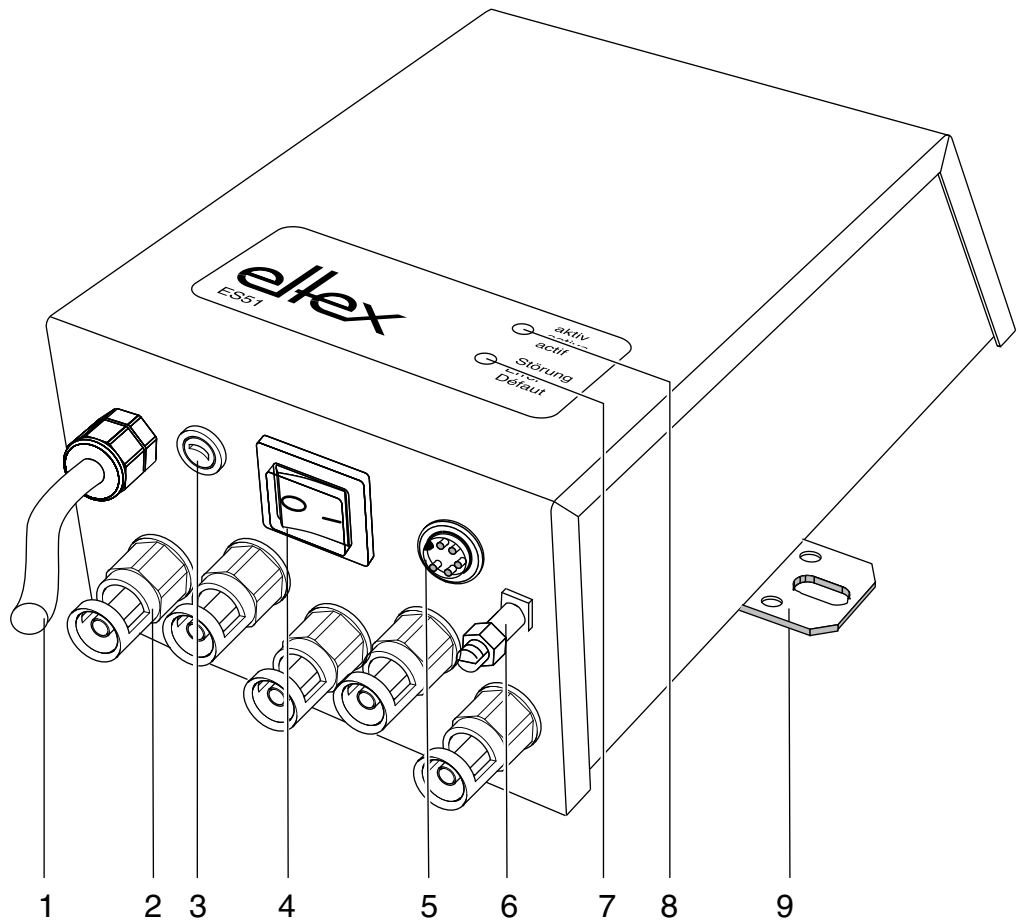

Abb. 1:
- Vor der Inbetriebnahme des Netzgerätes ist darauf zu achten, dass das Gerät über die Erdungsklemme (6, Abb. 1) dauergeerdet ist. Das Erdungskabel sollte einen Mindestquerschnitt von 1,5 mm² aufweisen (siehe Kapitel 3.2 "Erdung", Seite 11).
Über die Erdungsklemme (6, Abb. 1) muss eine dauerhafte Erdverbindung hergestellt werden. Das Erdungskabel sollte einen Mindestquerschnitt von 1,5 mm² aufweisen.
Die Versorgungsspannung wird über die Netzanschlussleitung (1, Abb. 1) mit einem Schutzkontaktstecker (je nach Länderausführung) angeschlossen; Überspannungskategorie II (Ausnahme: Überspannungskategorie III bei Version ES51/S).